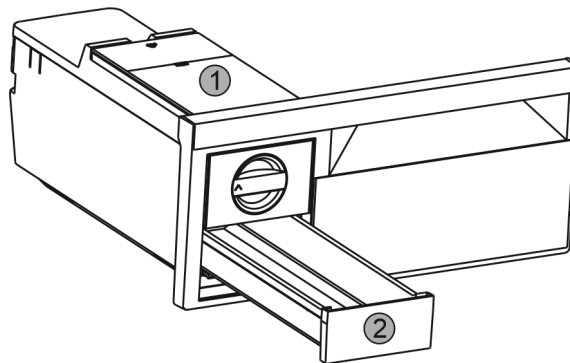

Fig. 39
- ▶ Извлечь бак для воды Fig. 39 (1) и выдвижной ящик для производства кубиков льда Fig. 39 (2).